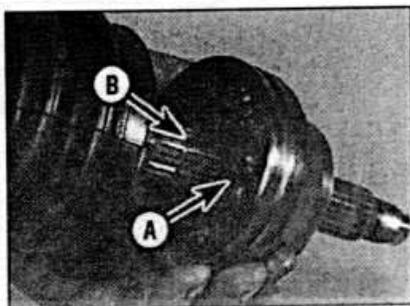

Рис. 8.17. При установке приводного вала в наружный шарнир стопорное кольцо (А) должно установиться в канавки приводного вала (В).
- Вдвиньте приводной вал в наружный шарнир таким образом, чтобы стопорное кольцо зафиксировалось в канавке приводного вала (см. рис. 8.17).